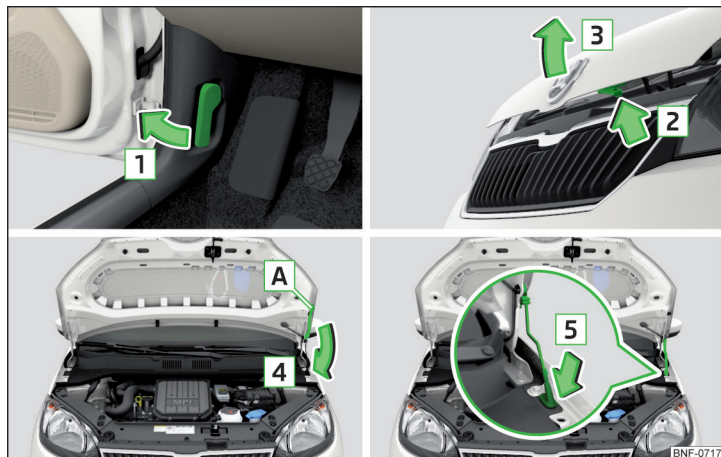

Fig. 136 Abrir o capot
- > Abrir a porta dianteira e puxar a alavanca de desbloqueio por baixo do painel de bordo no sentido da seta **1** » Fig. 136.